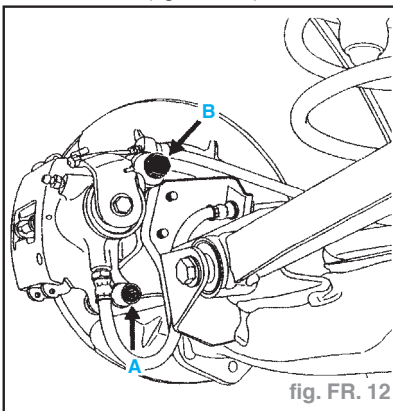

fig. FR. 12
- l'axe de maintien (2) des plaquettes avec un chasse-goupille,
- le ressort (3),
- la vis de fixation (A) de la colonnette secondaire (fig. FR. 12).
- Replacer l'étrier dans sa position de fonctionnement et monter la vis de fixation (A) de la colonnette secondaire enduite de Loctite FRENBLOC puis la serrer au couple (fig. FR. 12).
- la colonnette primaire (B) (fig. FR. 12).